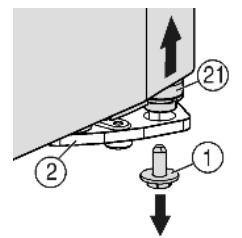
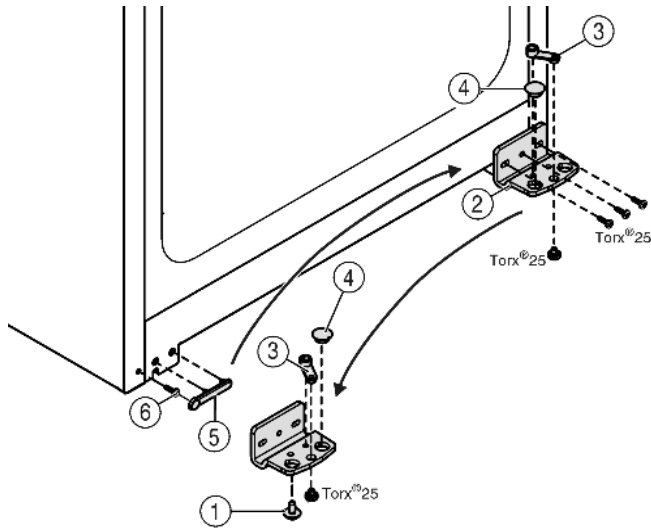

Fig. 5
Fig. 6
- ▶ In basso a destra nel blocco di supporto svitare la vite di arresto Fig. 5 (1).
- ▶ Il perno di supporto Fig. 5 (21) si stacca dal blocco di supporto Fig. 6 (2).
- ▶ Se il perno di supporto Fig. 5 (21) non si stacca, estrarre il perno dal basso.
- ▶ Svitare il blocco di supporto Fig. 6 (2).
- ▶ Svitare l'elemento di supporto Fig. 6 (3) e spostarlo nel foro di alloggiamento opposto del blocco di supporto, serrarlo nuovamente.
- ▶ Estrarre il tappo Fig. 6 (4) dal blocco di supporto e spostarlo nel foro di alloggiamento opposto del blocco di supporto.
- ▶ Togliere la copertura Fig. 6 (5) lato maniglia facendo attenzione.
- ▶ Svitare la vite Fig. 6 (6) e inserirla di nuovo sul lato opposto.
- ▶ Applicare nuovamente sopra la copertura Fig. 6 (5).
- ▶ Fissare nuovamente il blocco di supporto Fig. 6 (2) sul nuovo lato cerniere **fermamente a 4 Nm** eventualmente servendosi di un avvitatore a batteria.
- ▶ Avvitare la vite di arresto Fig. 5 (1) in basso nel perno di supporto e serrare (**a 4 Nm**).